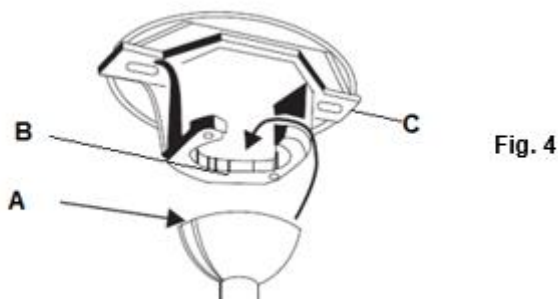

Fig. 4
Sollevare il ventilatore e posizionarlo sulla staffa di montaggio. Assicurarsi che la scanalatura di registrazione (A) della sfera del gancio sia posizionata sul tappo (B) della staffa di montaggio (C) per impedire che il ventilatore ruoti durante il funzionamento. (Fig.4)